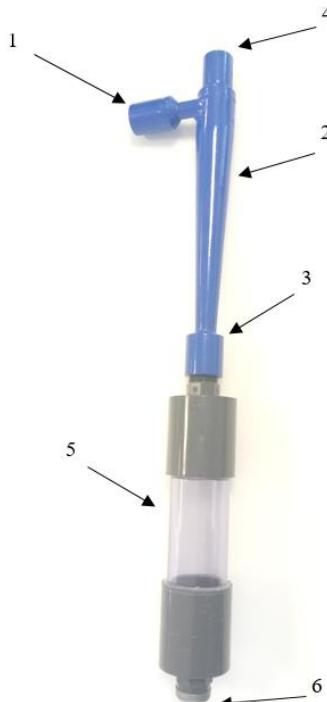

Рисунок 1 – Основные части гидроциклона
1. В напорном режиме работы давление в рабочей линии трубопровода до и после гидроци克лона практически не меняется и отвод сгущённой суспензии из песковой насадки (рисунок 1) производится в специальную напорную ёмкость – грязесборник*, который разгружается по мере его заполнения взвешенными веществами, при этом необходимо создать герметичное соединение песковой насадки и грязесборника*. Таким образом, давление в грязесборнике сравняется. Однако такой режим работы гидроциклона не является эффективным и возможен просок взвешенных веществ в выход для фильтрата (рисунок 1).
2. В безнапорном режиме работы до гидроциклона давление в линии подачи исходной жидкости выше по сравнению с линией для фильтрата (рисунок 1), где давление приближено к атмосферному. Иначе говоря, фильтрат поступает в ёмкость, находящуюся под атмосферным давлением. При этом подбирается постоянный расход сгущённой суспензии из грязесборника* с помощью запорно-регулирующей арматуры*. При таком режиме работы очистка гидроциклонами ПВО-ГЦТО сопровождается потерями до 20% от исходного потока жидкости, однако это является особенностью всех гидроциклонов, чтобы достигалась установленная эффективность очистки (таблица 1). При отсутствии грязесборника* из песковой насадки (рисунок 1) отвод сгущённой суспензии может составлять до 30-40% от исходного потока жидкости.
Гидроциклон работает по принципу центробежной силы, и имеет самую простую конструкцию (рисунок 1). Исходная смесь подается через боковое отверстие в корпусе гидроциклона, затем смесь течёт по спирали по всей длине корпуса, при этом возникают значительные центробежные силы, которые во много раз превышают силу тяжести, и под действием которых более тяжёлая фаза – сгущённая суспензия (например, песок) движется от оси гидроциклона к его стенкам по спиральной траектории вниз и сливаются через нижнее отверстие из песковой насадки. Более лёгкая фаза – фильтрат (например, вода) движется во внутреннем спиральном потоке, направленном вверх, и выходит из гидроциклона через верхний патрубок.